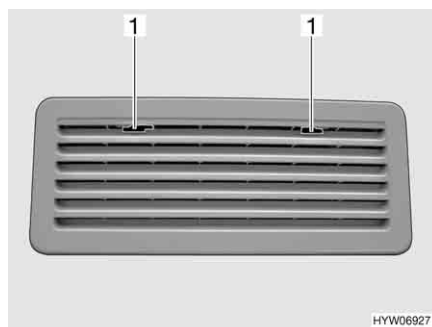

Fig. 164 Griglia di aerazione del frigorifero (Thetford)
- Spingere verso il centro l'arresto (Fig. 164,1).